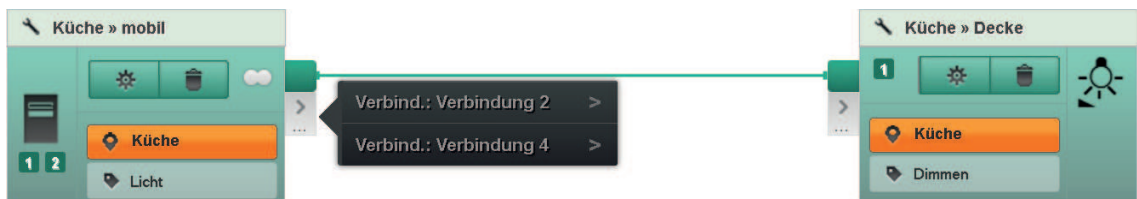

Bild 48: Navigation zu anderen Plänen
- Schaltfläche  an der Kachel wählen (Bild 48).